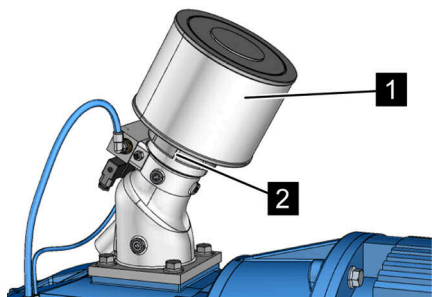

Рис. 45: Отсоединение хомутка приемного фильтра
4. Отсоедините хомутик приемного фильтра (Рис. 45/2).
5. Извлеките старый приемный фильтр (Рис. 45/1).
6. Установите новый приемный фильтр (Рис. 45/1).
7. Затяните хомутик приемного фильтра (Рис. 45/2). ↪ Приложение В «Моменты затяжки винтов» на странице 133